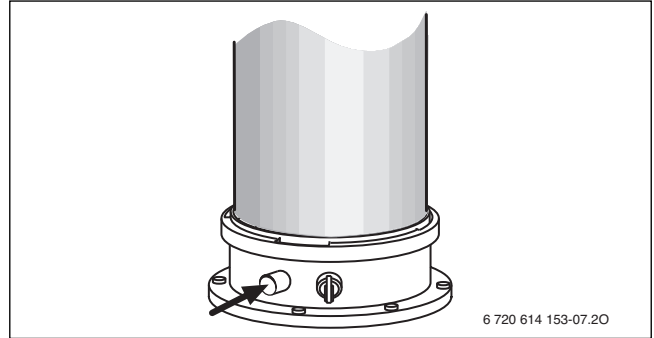

Fig. 35 Manicotto di misurazione dei gas combustibili
- ▶ Aprire il micrometro per la pressione differenziale del rubinetto gas (→ fig. 35).